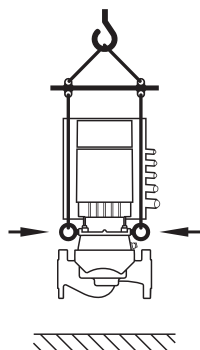

Fig. 8: Pumpun kuljetus
- Pumpun kuljetus on suoritettava käyttäen hyväksytyjä nostovälineitä (esim. talja, nosturi jne.) Ne on kiinnitettävä moottorilaipassa oleviin kuljetussilmukoihin (Fig. 8, tässä esitetty: nostolaite pystysuoralla moottoriakselilla).